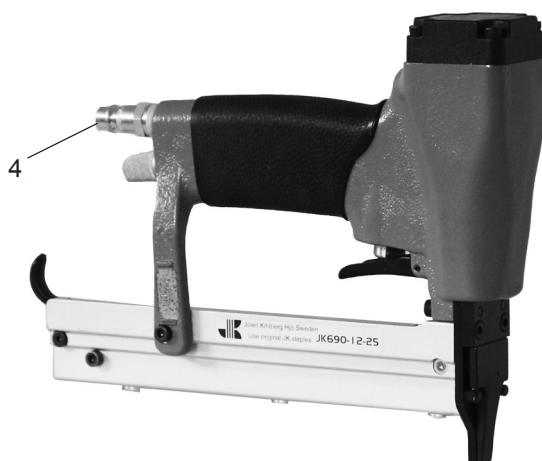

Fig. 1
2. Tryck sedan på avtryckaren (fig. 1/2).